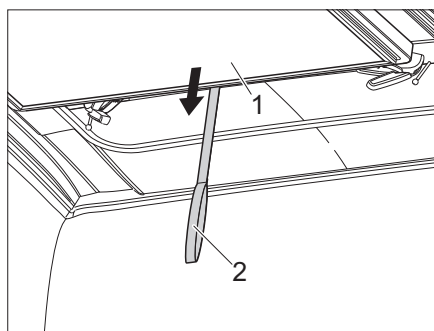

Fig. 20 Abbassamento della cuccetta (Campstar)
- Abbassare la cuccetta (Fig. 20,1) afferrando la cinghia (Fig. 20,2).
- ▷ Prima di chiudere il tetto sollevabile, abbassare la cuccetta (Fig. 20,1). **Non** abbassare contemporaneamente la cuccetta e il tetto sollevabile.